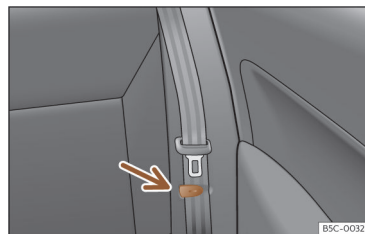

Fig. 96 Banco traseiro: pinça para fixar o cinto de segurança.
- Coloque os cintos de segurança laterais no suporte do revestimento >>> **Fig. 96**.